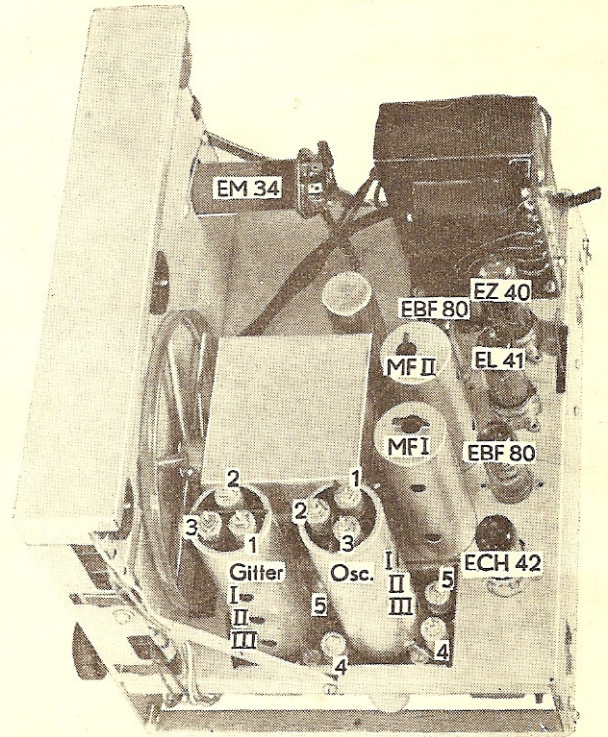
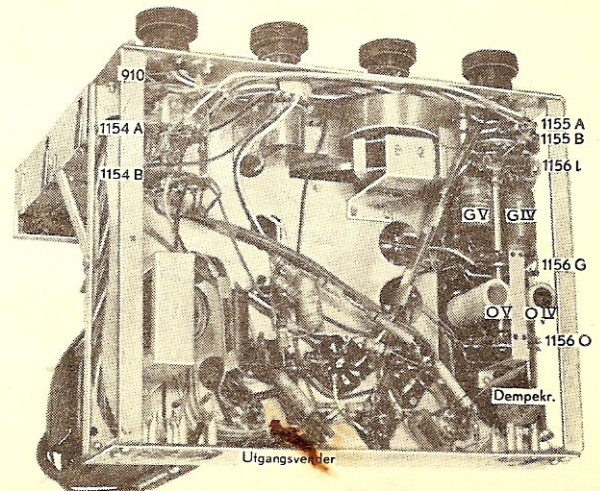

Fig. 1.
Fig. 2.
**Mellomfrekvensfilterne og dempekretsen.** Filterne MF I og MF II (se fig. 1) kan trimmes etter at apparatets bakvegg er fjernet. Dempekretsen sitter under sjassiet på spolesatsplaten (se fig. 2) og kan trimmes gjennom bunnluken i kassen. Signalgeneratoren stilles inn på nøyaktig 470 kc/s (455 kc/s\*) med 30% modulasjonsgrad og kjøples over en kondensator på ca. 50 000 pF til gitteret på blanderøret (ECH42). MF-filterne trimmes i selektivitetsstilling 1 eller 2, hvor kurven er skarpest, til maksimum utslag på instrumentet. I stilling 3 = 4 økes båndbredden noe, og stilling L gir spesielt bredt bånd. Under trimmingen bør samtidig kurvens symmetri kontrolleres i disse stillinger.
**Oscillator- og gitterkretser.** Disse er for bølgeområdene I-II og III plasert i bokser på oversiden av sjassiet (se fig. 1), mens områdene IV og V har kretsene plasert under spolesatsplaten (se fig. 2). Oscillatorkretsene for alle bølgeområder og gitterkretsene for områdene IV og V er tilgjengelige når sjassiet sitter i kassen. Gitterkretsene for områdene I-II og III kan derimot vanskelig nås uten at sjassiet tas ut.